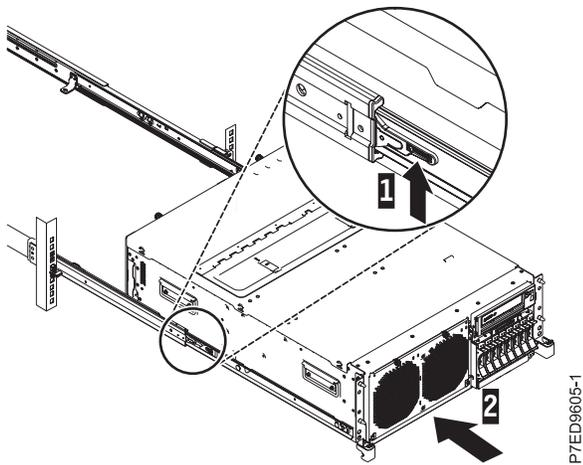

Figura 10. Pestillos de liberación y servidor
3. Levante los pestillos azules (1) de los rieles deslizantes y empuje el servidor (2) totalmente hacia el interior del bastidor hasta que quede encajado en su sitio, tal como se muestra en la Figura 10 en la página 10.